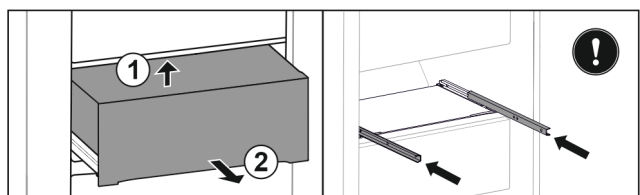

Fig. 135
- ▶ Підняти висувний ящик знизу назад. Fig. 135 (1)
- ▶ Вийняти висувний ящик рухом вперед. Fig. 135 (2)